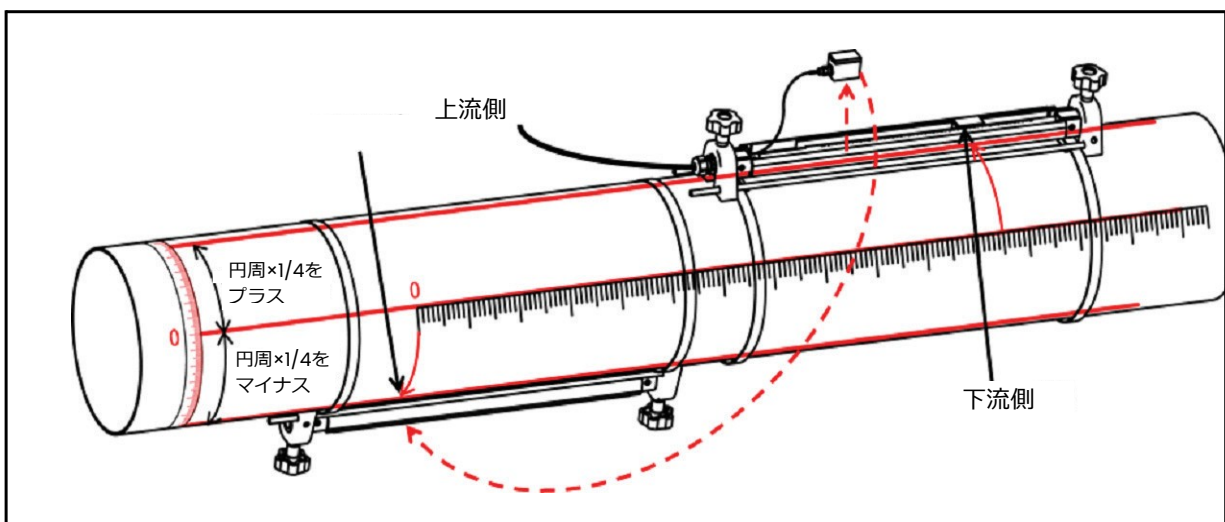

図20 : シングルトラバース設置 – センサ間隔が250～750 mmの場合
1. 配管方向と平行な直線を配管表面にマーキングします。バンドテープを使って配管の円周を測り、先ほどのマーキング位置に円周の 1/4 をプラス/マイナスした場所へさらに 2 本の直線をマーキングします。これが 2 つの取付治具の位置合わせ用ラインとなります。その後、バンドテープを使い、2 つのセンサ位置をそれぞれ直線でマーキングします。ラインのマーキング方法については、図 20 を参照してください。
4. センサとケーブルを備えていない第 2 のクランプオン取付治具を反対側に置き、手順 3 を繰り返してストラップを移動し、第 2 の取付治具を固定します。取付治具の位置については、図 20 を参照してください。